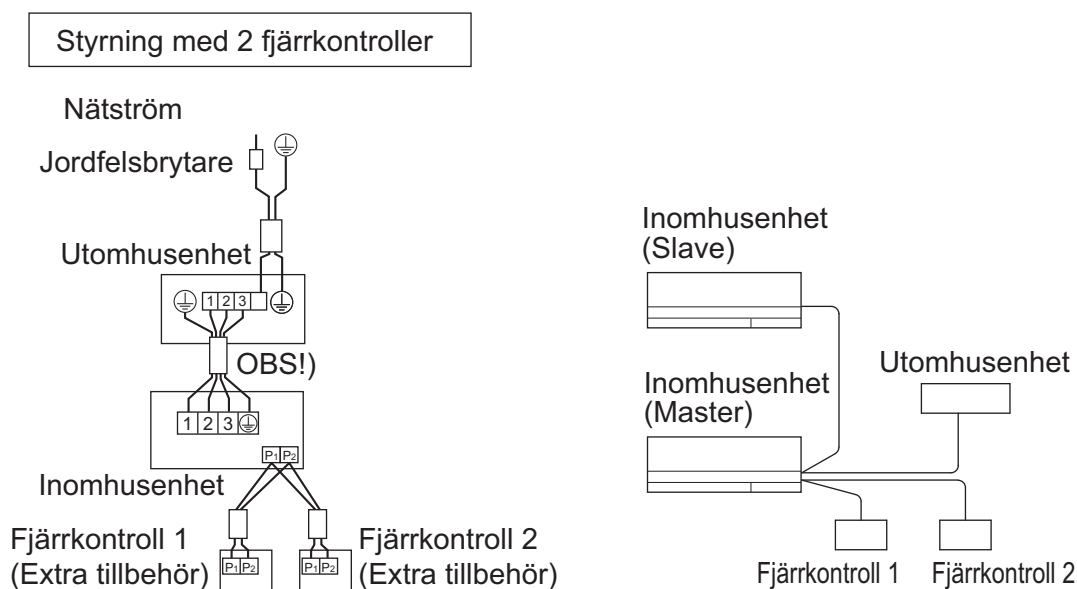

Bild 28
- **2 fjärrkontroller styr:** 2 fjärrkontroller styr 1 inomhusaggregat. (Se bild 28)